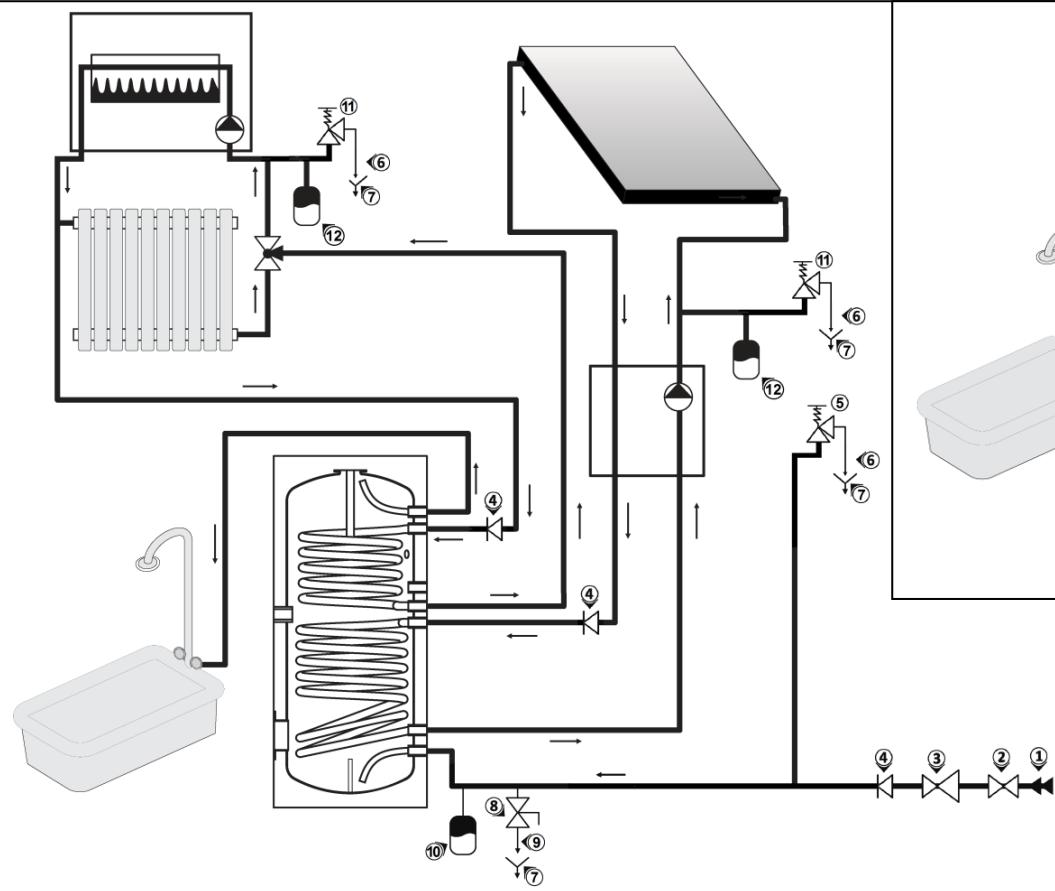

Fig. 10
Der Anschluss des Boilers an das Wasserversorgungsnetz wird gemäß Abbildung 10 bei Modellen mit einer Rohrschlange und gemäß Abbildung 11 bei Modellen mit zwei Rohrschlangen durchgeführt. Bei Modellen ohne Wärmetauscher ist der Anschluss an die Wasserleitung genau so durchzuführen wie bei Boilern mit einem oder zwei Wärmetauschern. Parallelanschluss gem. Abb.12
A Válvula de segurança ((11) - fig. 10, 11) no círculo do permutador de calor (serpentina) deve estar instalada de acordo com as exigências do desenhador, e configurada para valores não superiores a Pnr = 0,6MPa (EN 1489:2000)! O vaso de expansão ((12) - fig. 10, 11) é obrigatório de acordo com o projeto da instalação! Recomenda-se a instalação de uma válvula de retenção (4) para que quando a fonte de calor externa não estiver a funcionar não haja uma circulação termosifônica do fluido e uma respetiva perda de calor do termoacumulador!
Es ist erforderlich, die Kühlmitteltemperatur nicht über 110°C und der Druck nicht über 0,6 Mpa überschreitet zu werden! Ein Sicherheitsventil ((11) - Abb. 10, 11) muss im Bereich des Wärmetauschers (der Rohrschlaufe) in Übereinstimmung mit den Anforderungen des Projektants installiert werden, sowie mit Einstellung nicht größer als Pnr = 0,6 MPa (EN 1489:2000)! Ein Ausdehnungsgefäß ((12) - Abb. 10, 11) ist obligatorisch in Übereinstimmung mit dem Projekt des Projektants der Installation!